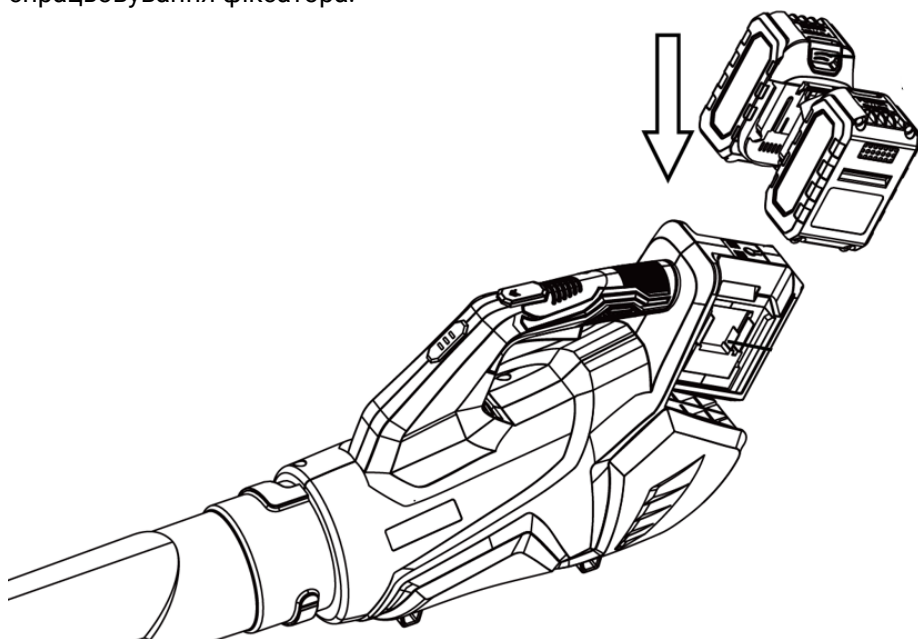

Рисунок 5. Схема встановлення/зняття АКБ.
5.1.3.3 Встановлення та зняття акумуляторних батарей (рис. 5).